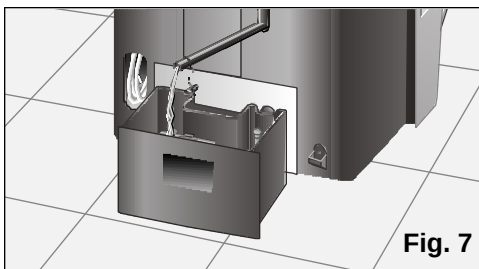

Fig. 7
- ❑ Si nécessaire, vous pouvez incliner l'appareil pour faciliter son déplacement. Avant, retirez l'eau se trouvant dans le réservoir interne en sortant le tube d'évacuation d'eau de son logement et en retirant le bouchon, **Fig. 7**, pour évacuer l'eau générée. Une fois que le réservoir est vide, n'oubliez pas de remettre le bouchon en place et le tube dans son logement.